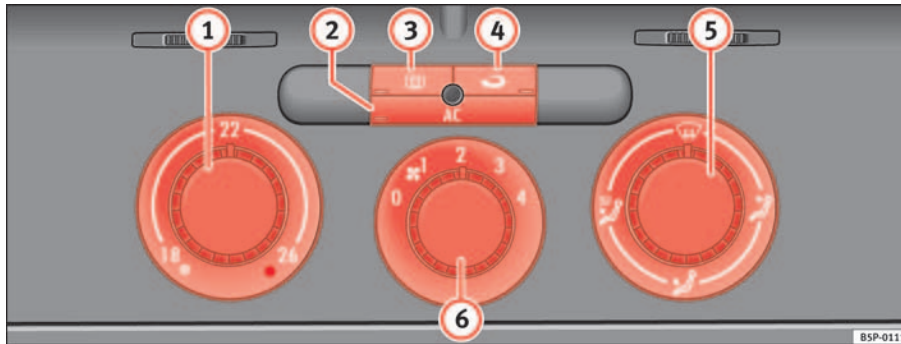

Abb. 124 In der Instrumententafel: Bedienelemente der Climatic
- Mit den Reglern ⇒ Abb. 124 ① und ⑤ und mit dem Schalter ⑥ stellen Sie die Temperatur, die Luftverteilung und die Gebläsestufe ein.
- Drücken Sie die jeweilige Taste ②, ③ oder ④, um eine Funktion ein- oder auszuschalten. Bei einer eingeschalteten Funktion leuchtet das Fenster unten an der Taste auf.
① Temperaturregler ⇒ Seite 158
② Taste **AC** – Kühlanlage ein-/ausschalten ⇒ Seite 158
③ Taste – Heckscheibenbeheizung. Etwa 20 Minuten nach dem Einschalten wird die Beheizung automatisch ausgeschaltet. Sie lässt sich vorzeitig durch Drücken der Taste ausschalten.
④ Taste – Umluftbetrieb ⇒ Seite 160
⑤ Luftverteilungsregler ⇒ Seite 158
⑥ Gebläseschalter. Der Luftstrom ist in vier Stufen einstellbar. Das Gebläse sollte immer bei langsamer Fahrgeschwindigkeit in niedriger Stufe mitlaufen.
- Schalten Sie die Klimaanlage mit der Taste  $\Rightarrow$  Seite 157, Abb. 124  ein.